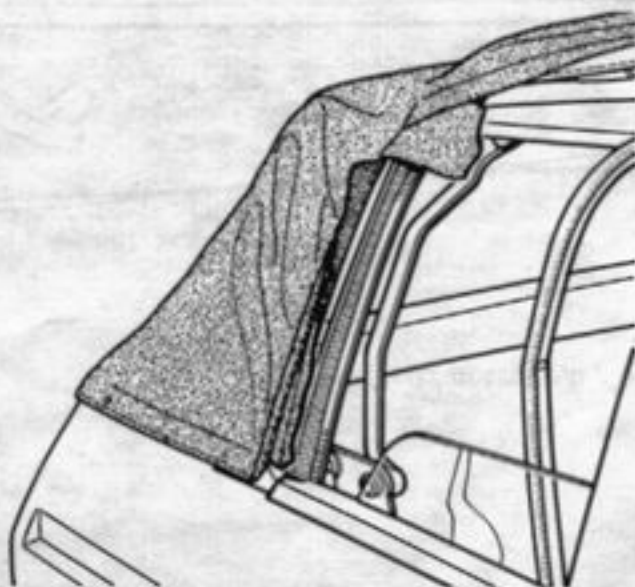

Figure 18
- Décoller la toile de capote sur l'armature d'entrée de custode, (figure 18)